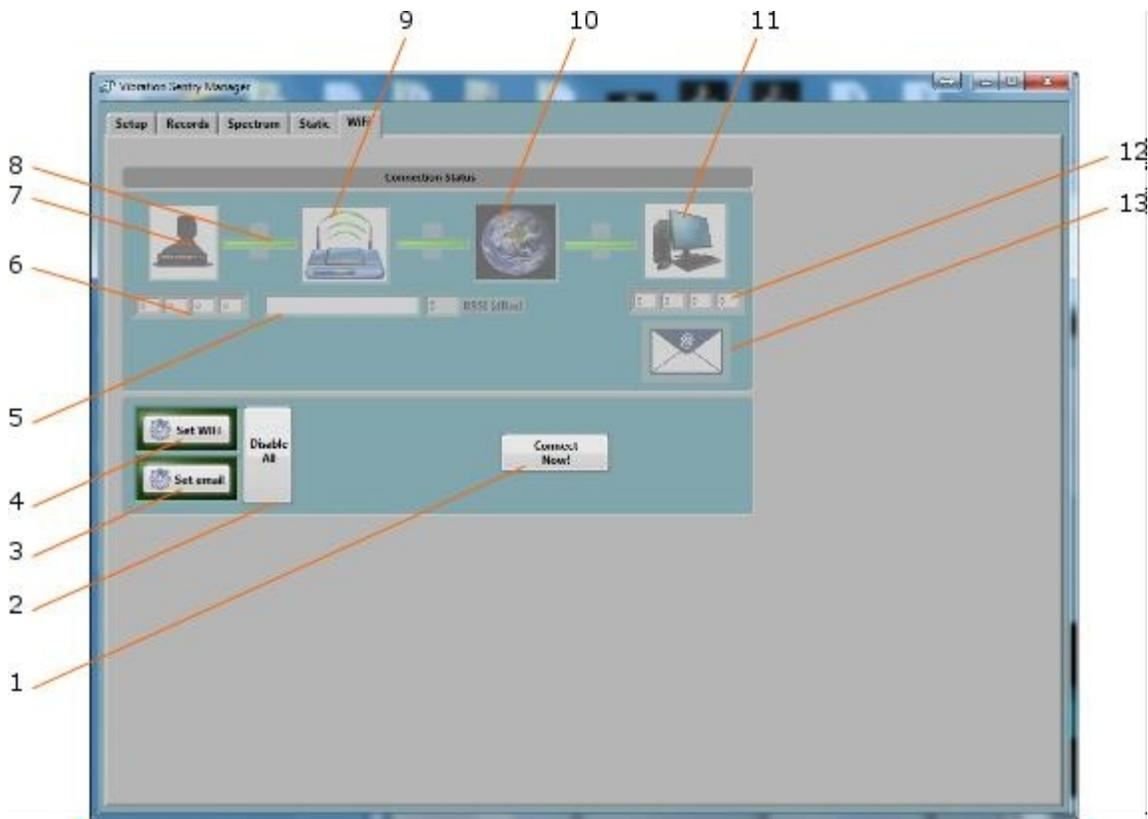

Figura 14 Pestaña WiFi
- **Pestaña WiFi:** Se utiliza para visualizar el estado actual de la conexión del VSEW_mk4, y para configurar sus parámetros de conexión (SSID, Seguridad, Contraseña...etc.) (ver Figura 14).